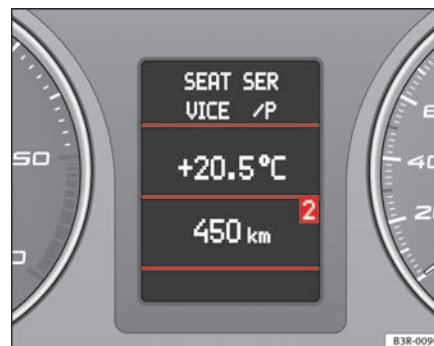

Fig. 64 Sistema di informazione per il conducente
- Premendo più volte il tasto **MODE** **B**, è possibile visualizzare in successione le diverse funzioni sul display del sistema di informazione del conducente ⇒ fig. 64.